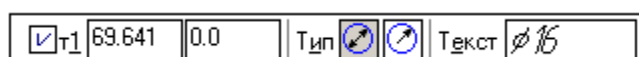

Рисунок 6.22
1. Нажмите кнопку **Диаметральный размер**. На панели свойств появятся поля ввода и переключатели, с которых можно задавать положение характерных точек размера, управлять его ориентацией и содержимым размерной надписи (рисунок 6.22).